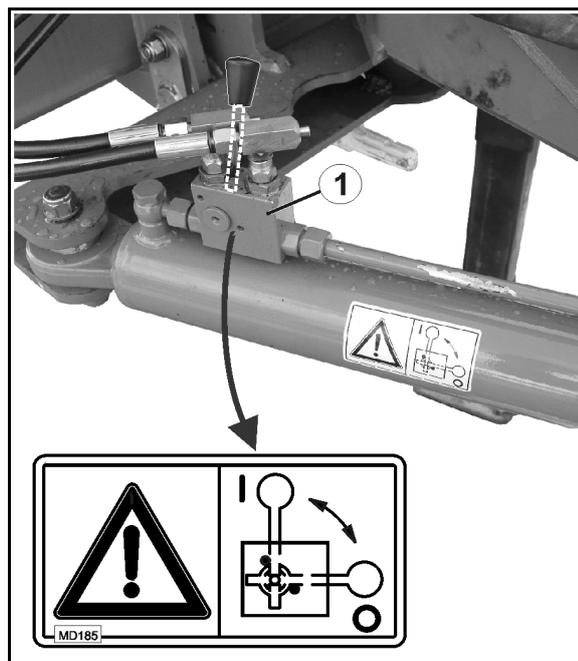

Fig. 63
4. Lenkdeichsel durch Schließen des Absperrhahns (Fig. 63/1) in Position **0** sichern.